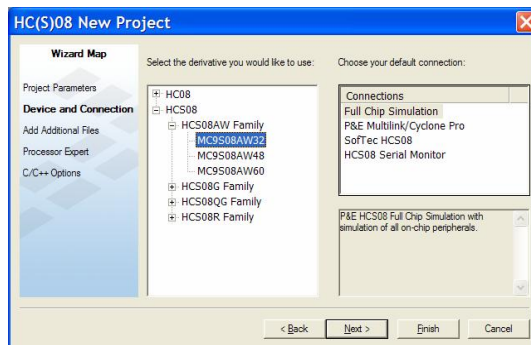
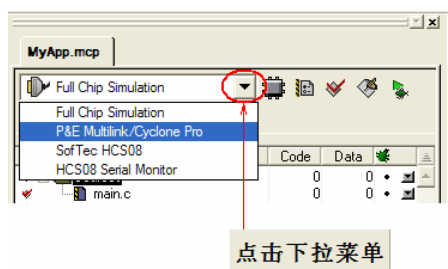

图 1-4
图 2-1
这时将出现如图 1-4 的对话框，让你选择项目开发对应的 MCU 型号。在 CW5.x 版本下支持几乎所有的 HC08 和大部分 HCS08 单片机型号。在最新的 CW6.x 中，增加了飞思卡尔最低端的 8 位机（RS08 系列）和低端 32 位处理器（Coldfire V1 系列）的支持，但 HC08 系列的有些型号没有被包含在内。由于 HC08 为比较老的产品系列，已经不再推荐在新项目设计中选用，因此影响不会太大。对于新用户来说，请尽量直接安装 CW6.x 或以后推出的更新版本。
以典型的 9S08 系列为例，当你选择了一个 MCU 型号后，在图 1-4 右侧会显示出所有针对该型号芯片可用的项目调试场景。其中：
注意不同系列，不同型号的芯片，或不同版本的 CW，其所对应或支持的开发场景可能不同，在图 1-4 的项目建立模板中都可以显现出来。用户点击选择某一项场景后，该场景将在项目建立完成后作为首选配置。你可以在稍后调试过程中随意切换开发场景，不必太在意在这里的选择。
-  该图标可以即时改变目标单片机型号和开发调试场景。按下这一图标,将弹出图 1-4 所示的对话框,可以按照前面针对新项目建立模板的介绍,改变目标单片机的型号,或设定不同的当前目标开发调试场景。对于调试场景的改变,也可以直接点击当前场景右边的下拉菜单按钮,直接用鼠标点击选择所需的新场景,如图 2-1;